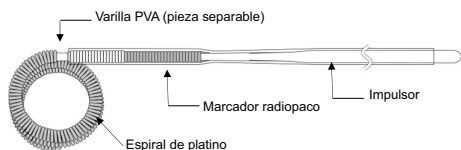
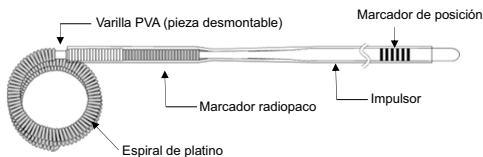

Ilustración 1. Dibujo esquemático del ED COIL sin el marcador de posición
Ilustración 2. Dibujo esquemático del ED COIL con el marcador de posición
La ED COIL consta de una espiral de platino (a partir de ahora denominada "espiral"), el impulsor y una varilla de PVA (pieza separable). (Ilustración 1).
Existen dos tipos de ED COIL; uno sin el marcador de posición como el que muestra la Ilustración 1 y el otro con el marcador de posición, como el mostrado en la Ilustración 2.
- Existen dos tipos de ED COIL; es decir, uno sin el marcador de posición (consulte la Ilustración 1) y el otro con el marcador de posición (consulte la Ilustración 2). La posición del marcador tiene el objetivo y está diseñada para utilizar el ED COIL exclusivamente con un microcatéter que cuente con una longitud efectiva de 150 cm. No utilice el marcador de posición a modo de guía para hacer avanzar la espiral cuando se emplee con un microcatéter de otra longitud efectiva y, si lo hace, haga avanzar con precaución el impulsor observando la ubicación de la espiral en el microcatéter por fluoroscopia de rayos X.